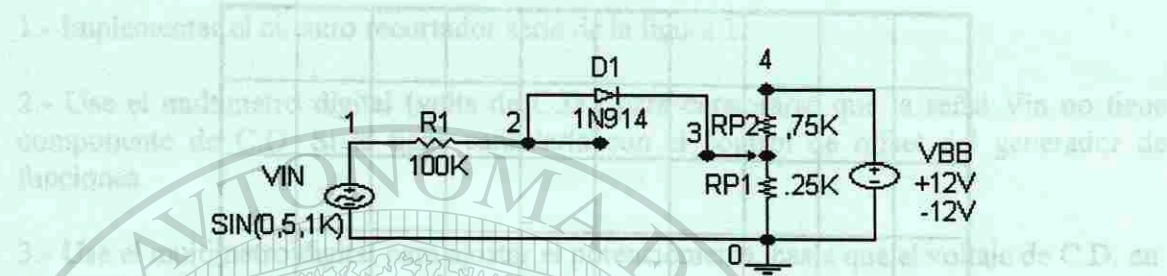

Figura 2. Circuito recortador serie.
- 4.-En el circuito de la figura 2, porqué se asignaron los valores de  $RP1=0.25K$  y  $RP2=0.75K$ .